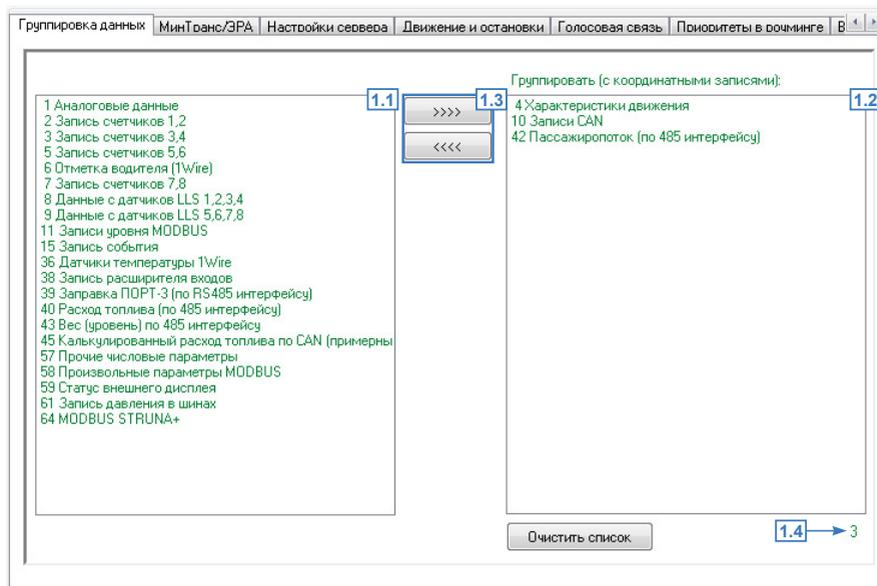

Рис.17. Группировка данных.
- выбрать параметры в списке слева (Рис.17, п.1.1);
- переместить выбранный параметр в список «Группировать» (Рис.17, п.1.2), используя кнопку «>>>>» (Рис.17, п.1.3) или перетаскив при помощи левой кнопки мыши;
Для удаления параметра из группы необходимо выбрать этот параметр и нажать кнопку «<<<<<» (Рис.17, п.1.3). Кнопка «Очистить список» позволяет удалить все параметры из группы. Количество параметров в группе отображается под списком группируемых параметров (Рис.17, п.1.4)